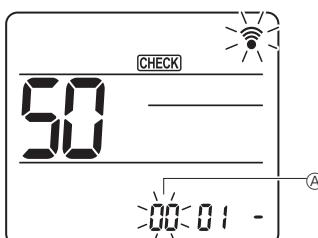

Fig. 6-17
② Ställa in enhetsnummer
Tryck på knappen [▼] för att ställa in enhetsnummer ②. (Fig. 6-17)